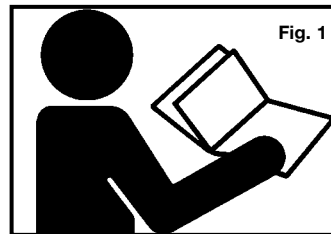

Fig. 1
- **Lea y comprenda las etiquetas de la herramienta y el manual.** La falta de cumplimiento de las advertencias puede provocar la **MUERTE** o **LESIONES GRAVES**. (Fig.1)